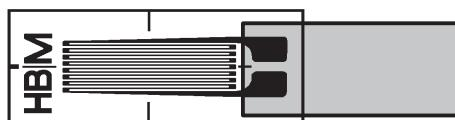

Fig. 5.3 Charnière sur jauge sans pattes de raccordement
- ▶ Pour les jauge sans pattes de raccordement, réalisez la charnière comme indiqué sur la Fig. 5.3 (sans cosses relais supplémentaires).